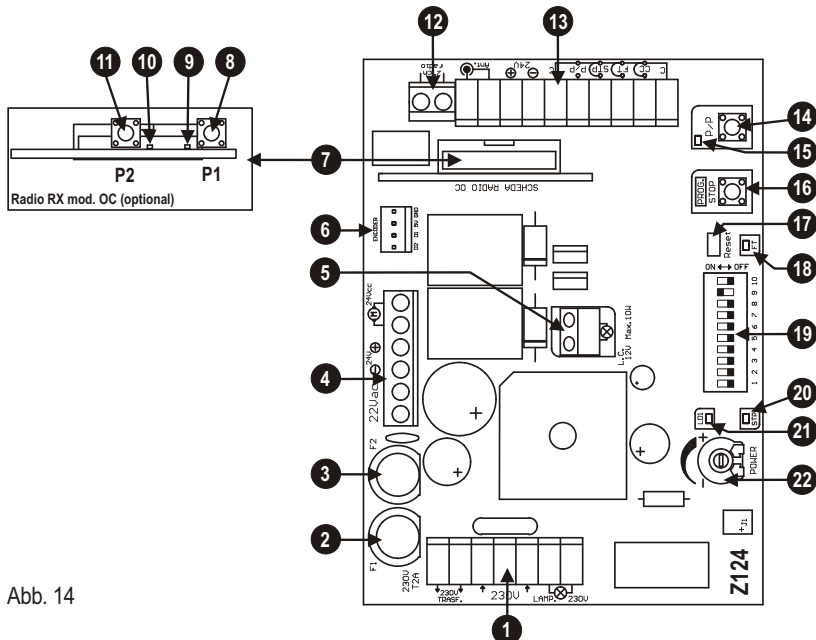

Abb. 14
- 1) Taste PROG. gedrückt halten. Ein Reset ausführen, indem die Überbrückung Reset (Det. 17 in Abb. 14 mit dem Schraubenzieher kurzgeschlossen wird. 2- Taste PROG. gedrückt halten.
- 9) Um zum Normalbetrieb zurück zu kehren, ein Reset der Steuerung durchführen (den Verbinder Detail 17 in Abb. 14 kurzschließen)
Während der Erlernung wird mehrmals die Taste P/P betätigt (Det. 14 in Abb. 14), es kann aber auch der Befehl P/P (Klemme 14, Abb. 15) oder der im ersten Empfängerkanal gespeicherte Funksender benutzt werden.